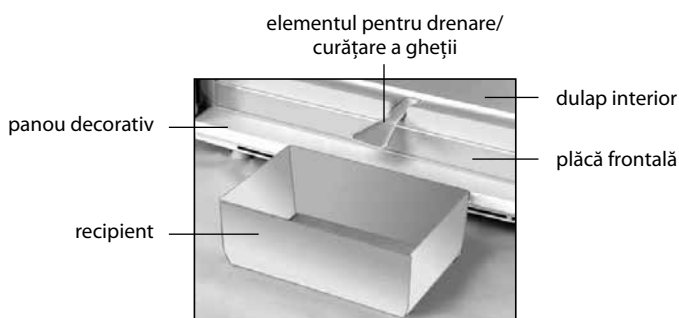

Figura 5 – Recoltarea apei provenite
- să îndepărtați apa rezultată în urma topirii, instalând în conformitate cu figura 5 elementul de masă plastică pentru drenare / pentru curățare a gheții și orice vas recipient cu volumul nu mai puțin de 2 l;
**SE INTERZICE** să decongelați congelatorul fără utilizarea elementului pentru drenare instalat în conformitate cu figura 5. Apa rezultată în urma topirii care se scurge din cameră afară de elementul pentru drenare, pătrunzând în locul de alăturare a plăcii frontale la dulapul interior în conformitate cu figura 5, poate provoca coroziunea dulapului exterior al congelatorului și a elementelor agregatului frigorific, defectarea izolației termice, formarea crăpăturilor dulapului interior și defectarea dulapului congelatorului.